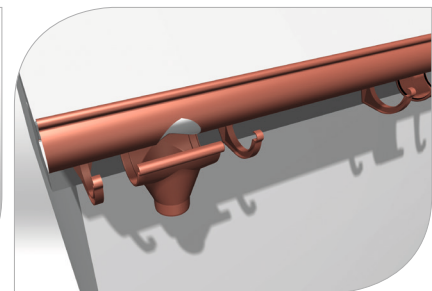

рис. 15
- 3.7 Смонтируйте желоба, вкладывая их сначала в задний, а потом в передний отворот кронштейнов (**рис. 15, 16**)